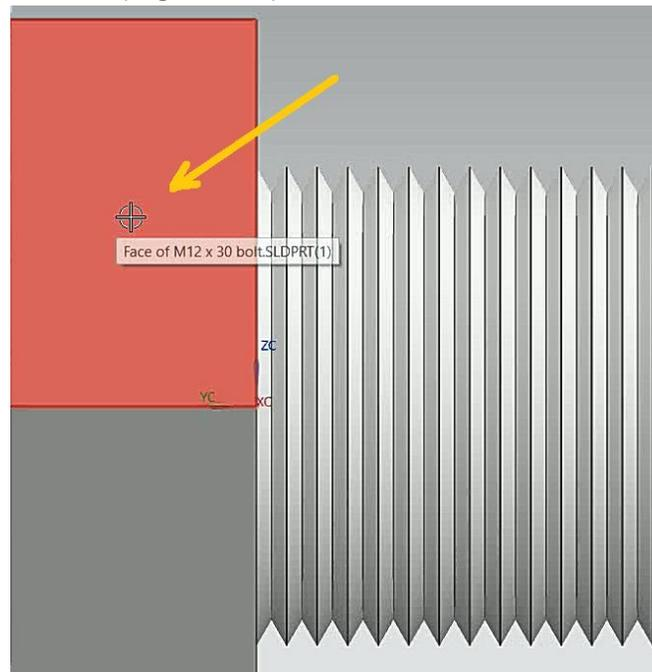
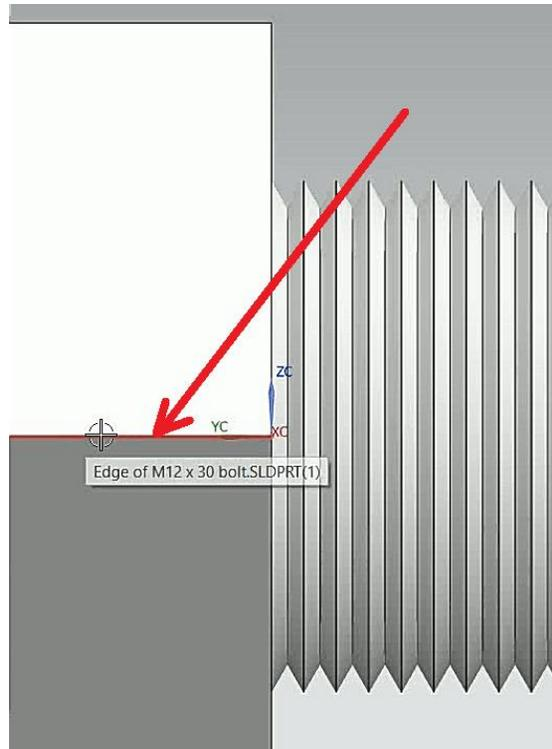

Figura 5.7 Cara superior de tornillo.
Figura 5.8 Arista inferior de la cara.
- En la sección de **Planar reference**, se selecciona la cara superior de la cabeza del tornillo (Figura 5.7); mientras que en **Through Axis**, se selecciona la arista inferior de dicha cara (Figura 5.8).